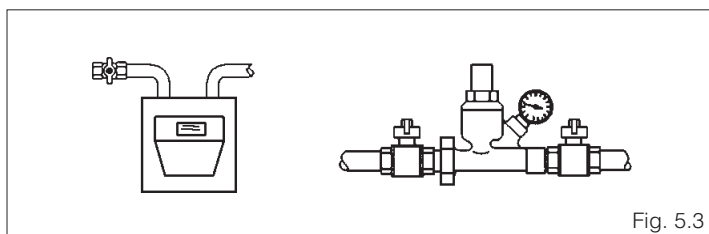

Fig. 5.3
- cerrar los grifos del combustible y del agua de la red hídrica (fig. 5.3).